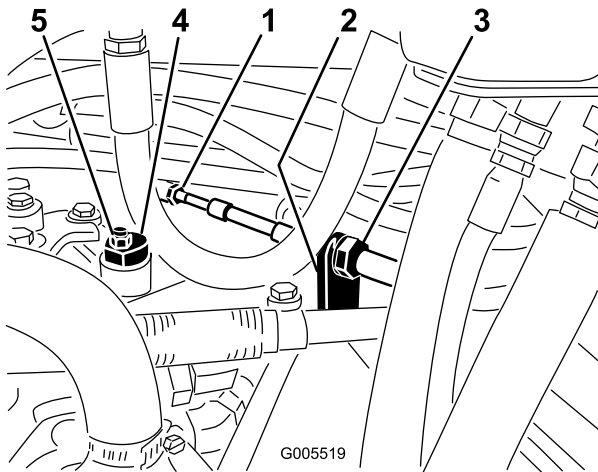

Figura 55
- A. Afloje las dos contratuercas que fijan el cable de control de tracción a la mampara del hidrostato (Figura 55). Asegúrese de aflojar ambas contratuercas uniformemente, y lo suficiente como para permitir el ajuste.
**Nota:** Afloje la tuerca que sujeta el excéntrico a la parte superior del hidrostato (Figura 55).
ajuste (Figura 55). Compruebe el ajuste con el acelerador en las posiciones Lento y Rápido.
- D. Desde cada lado de la mampara, apriete las contratuercas uniformemente, fijando el cable de tracción a la mampara (Figura 55). No tuerza el cable.